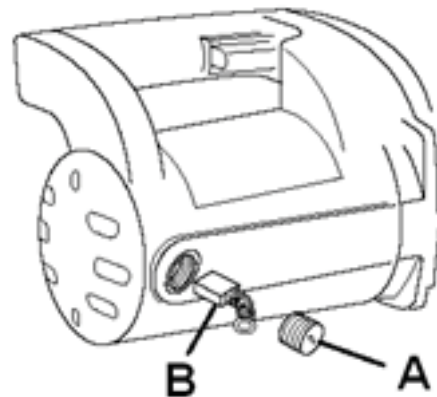

Рис. 10
- Зніміть кришки щіток (A, Рис. 10).